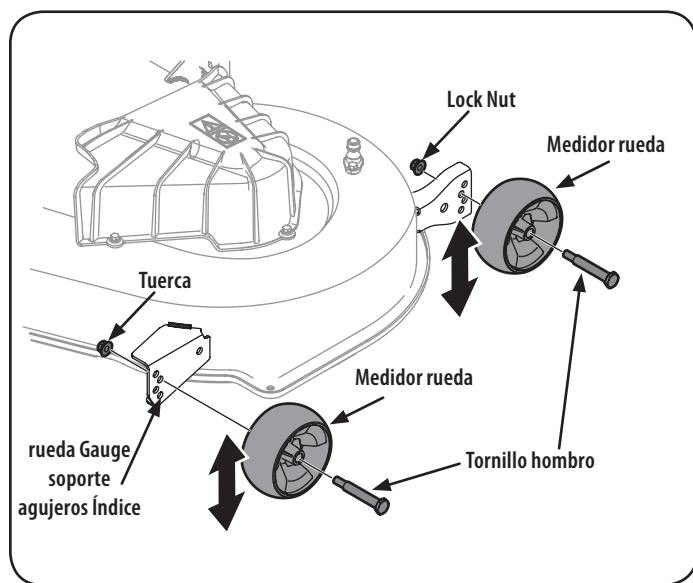

Figura 28
1. Si no está ya suelta, afloje el tornillo hexagonal y girar la palanca de control hacia adelante o hacia atrás a la posición deseada. Ver Figura 28..
2. Retire la tuerca de seguridad con brida que fija el perno con reborde de la rueda de calibración delantera a la plataforma. Retire la rueda de calibración y el perno con reborde. Consulte la Figura 28.